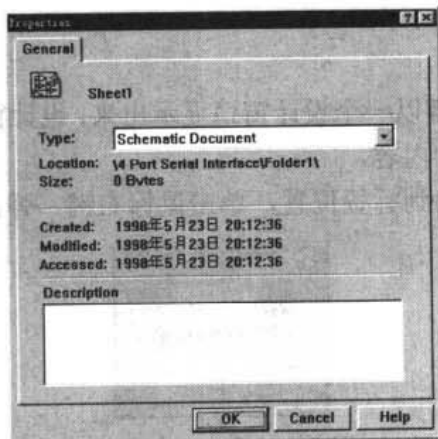

图 1-12 设置文档 Properties (属性)
- (1) 用鼠标右键单击视图窗口中的文档图标或设计导航树中的文档图标，选择弹出菜单的 Properties 项。
- (2) 出现如图 1-12 所示的文档属性对话框，它显示了文档的类型、位置、大小，与建立、修改、使用时间，以及文档描述。一般来说，只有两个域可以编辑：文档类型和描述。如果要编辑文件夹的属性，则 Type 框显示为 Folder，并且是不能更改的。如果要编辑文件属性，则单击 Type 框的下拉按钮 ，选择需要的类型。